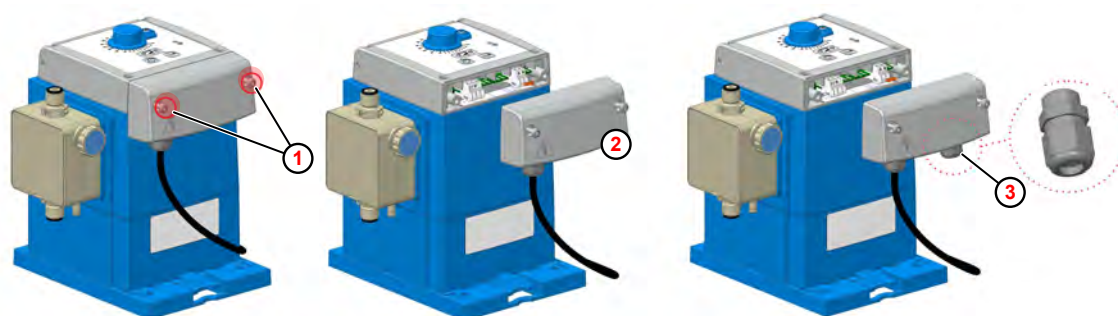

Fig. 11: Installazione elettrica «EcoPro»
① Viti dell'alloggiamento.
③ Pressacavo
② Pannello del vano morsetti
1. ➤ Allentare entrambe le viti dell'alloggiamento (Fig. 11 , ①). Le viti sono protette da un'eventuale caduta.
2. ➤ Smontare ② il pannello del vano morsetti.
3. ➤ Per il collegamento del segnale di consenso esterno, montare il pressacavo M12x1,5 presente nel pacchetto supplementare della pompa nel punto designato ③ .